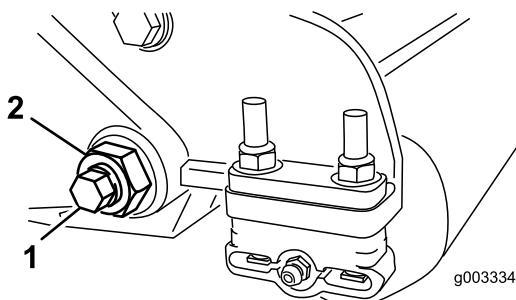
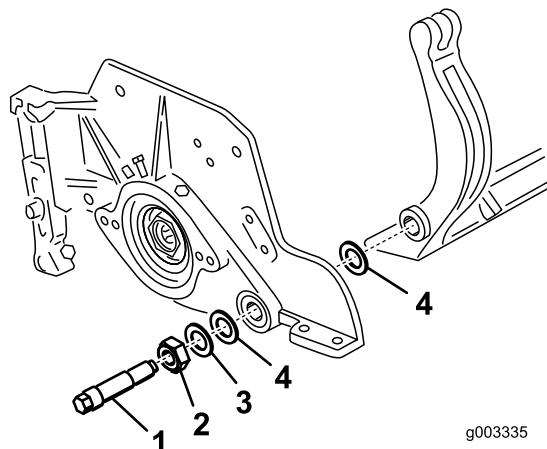

Figura 30
Figura 31
3. Desaperte a porca de bloqueio que segura a cavilha da barra de apoio, em cada um dos lados da máquina (Figura 30).
4. Remova cada uma das cavilhas da barra de apoio, de modo a permitir puxá-la e retirá-la da máquina (Figura 30). Guarde as duas anilhas de nylon e a anilha de aço prensado de cada uma das extremidades da barra de apoio (Figura 31).
2. Fixe a barra de apoio a cada um dos lados da placa lateral com as cavilhas (porcas flangeadas nas cavilhas) e com as 6 arruelas. Deve colocar uma anilha de nylon em cada um dos lados da placa lateral. Coloque uma arruela de aço no exterior de cada uma das arruelas de nylon (Figura 31). Aperte os parafusos com 37-45 Nm. Aperte as porcas até que a anilha de aço exterior pare de rodar e a folga seja removida, mas não aperte em demasiado nem desvie as placas laterais. As arruelas podem ter uma folga interna.